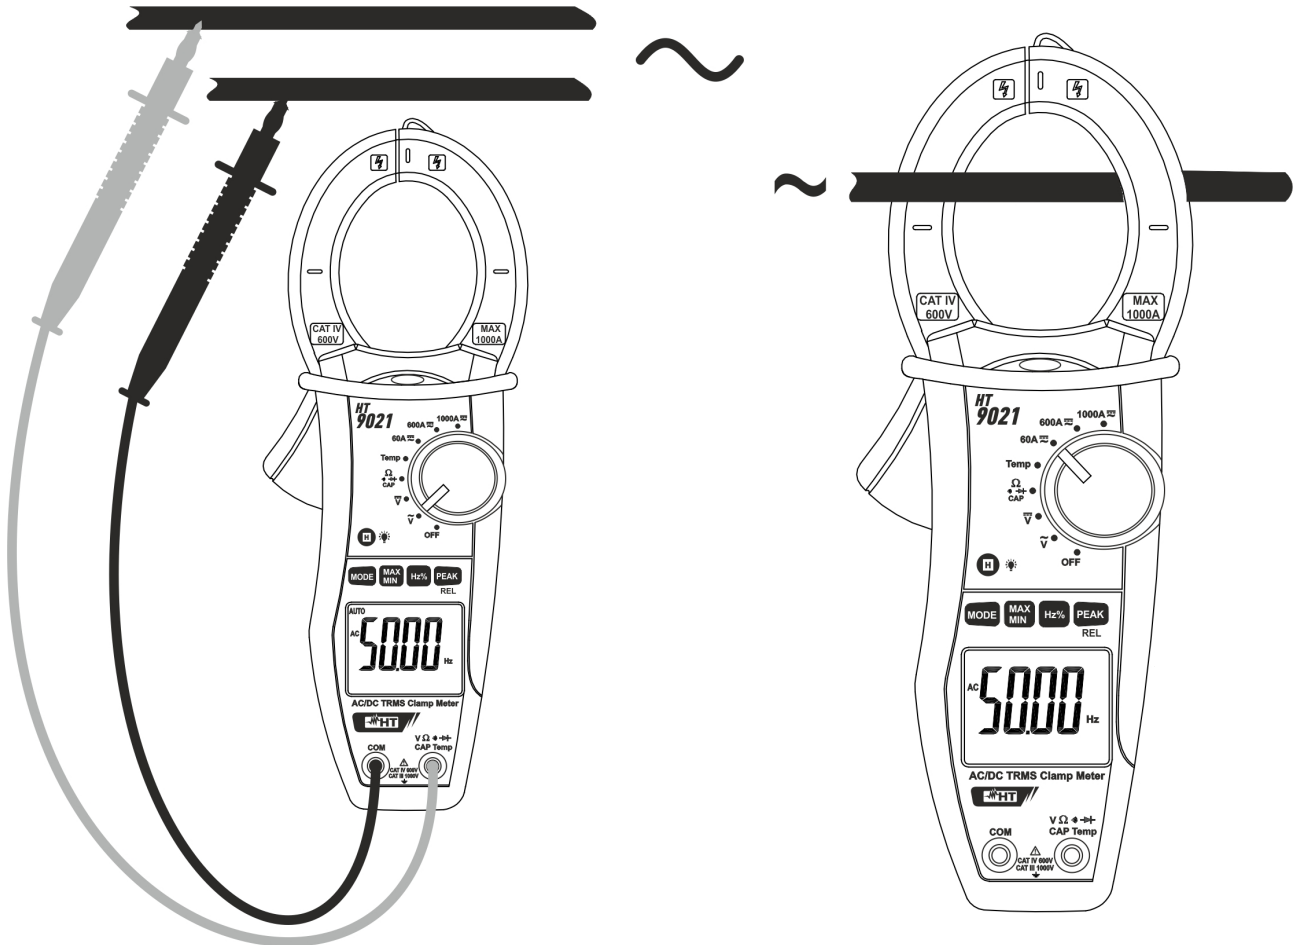

Fig. 10: Uso da pinça para medição de Frequências e Duty Cycle
3. Inserir o cabo vermelho no terminal de entrada **VΩ** e o cabo preto no terminal de entrada **COM** (Fig. 10 – parte esquerda) para medição de frequências com ponteiros. Inserir a pinça no condutor (Fig. 10 – parte direita) para medição de frequência com toróide. O valor da frequência (Hz) ou do Duty Cycle (%) é mostrado no display. Na medição de frequência e Duty Cycle a barra gráfica analógica fica desactivada